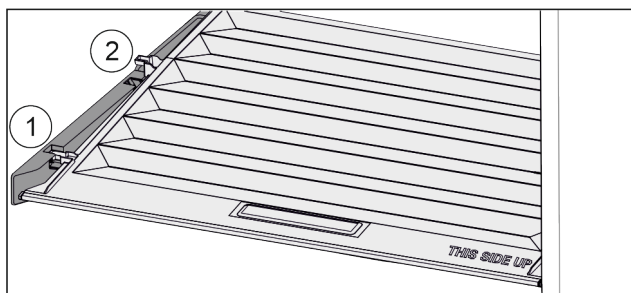

Fig. 137
- ▶ Poklopac do otvora u pridržnim dijelovima povucite prema naprijed Fig. 137 (1).
- ▶ Podignite ga odozdo sa stražnje strane i izvadite prema gore Fig. 137 (2).